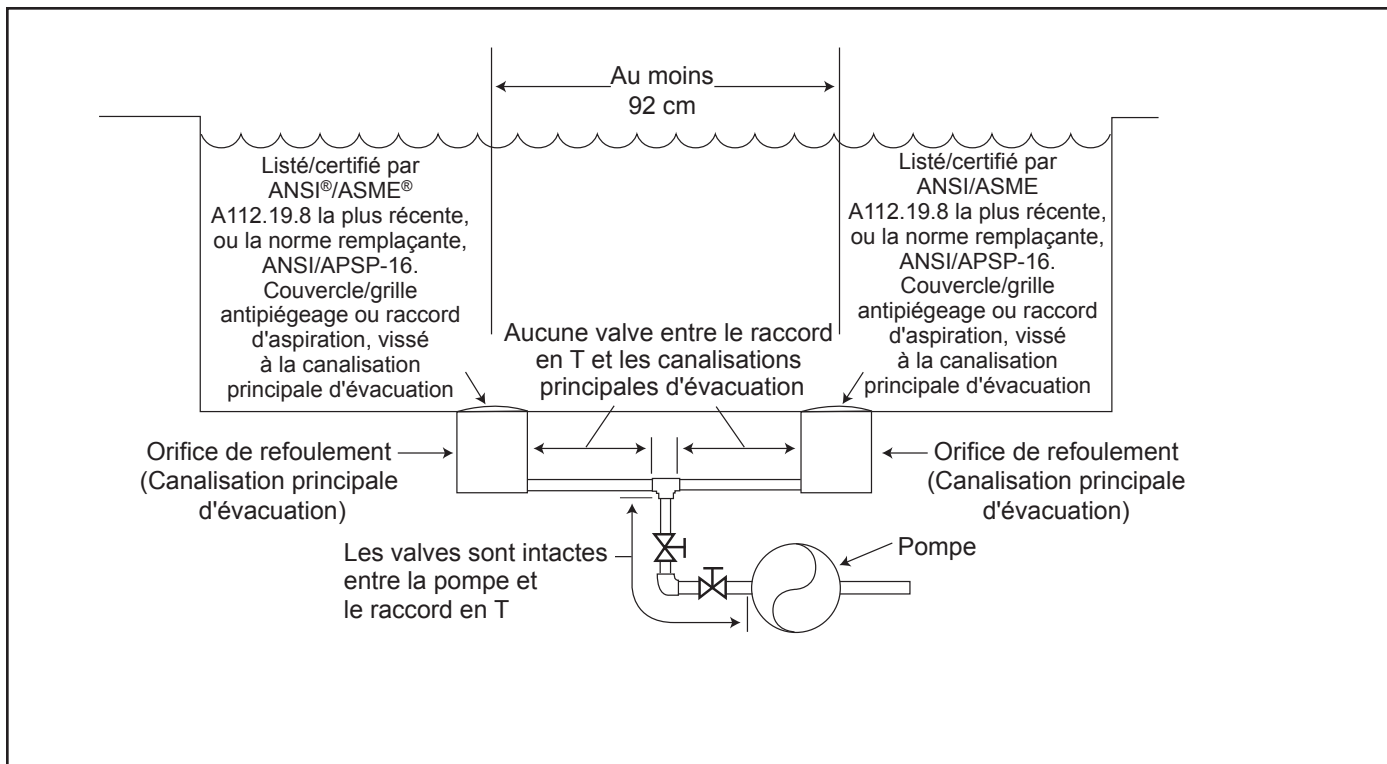

Figure 1. Nombre de sorties d'aspiration par pompe
**Nombre de sorties d'aspiration par pompe** – Fournir au moins deux (2) canalisations d'évacuation hydrauliquement équilibrées, avec couvercles, en guise de sorties d'aspiration pour chaque conduite d'aspiration de pompe de circulation. Les centres des canalisations d'évacuation principales (sorties d'aspiration) sur toute conduite d'aspiration doivent être à au moins un (1) mètre (3 pi) l'une de l'autre, de centre en centre. Voir la Figure 1 à la Page 7.
Le système **doit** être conçu pour comprendre au moins deux sorties d'aspiration (canalisations d'évacuation) connectées à la pompe chaque fois que la pompe fonctionne. Cependant, si deux (2) canalisations principales d'évacuation aboutissent à une seule conduite d'aspiration, cette dernière peut être équipée d'un robinet qui coupera les deux canalisations principales d'évacuation de la pompe. Le système doit être conçu de manière à ne pas permettre une fermeture ou un isolement, distinct ou indépendant de chaque canalisation d'évacuation. Voir la Figure 1 à la Page 7.